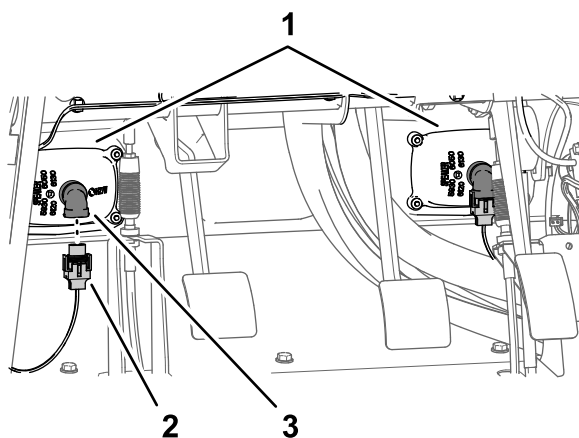

Рисунок 215
3. Подсоедините 2 электрических разъема (2-гнездовых) жгута проводов машины к 2-штыревым разъемам левой и правой фар (Рисунок 215).
1. Совместите внутренний кожух крыла с левой верхней и левой нижней трубами рамы (Рисунок 215).